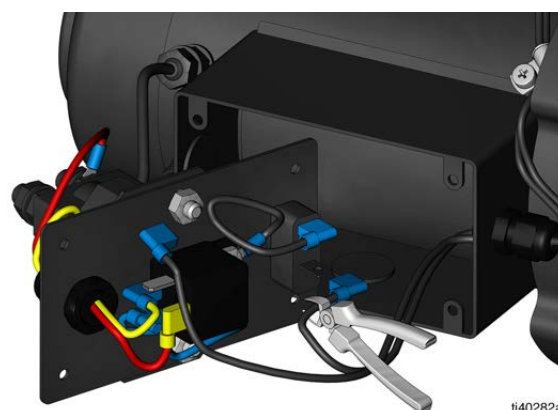

FIG. 13
9. Corte los conectores de los cables del interruptor de presión (FIG. 13).